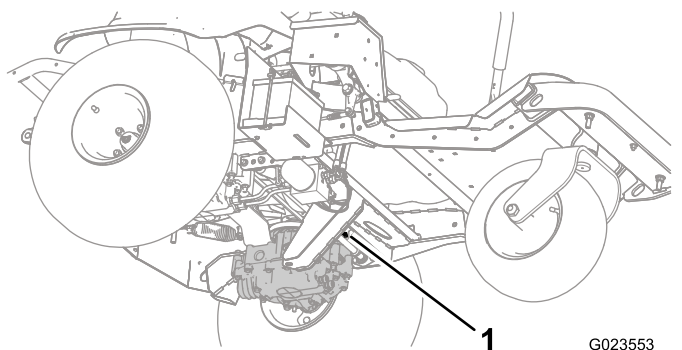
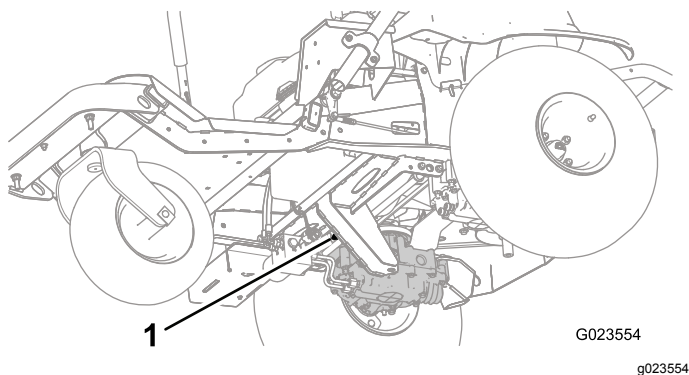
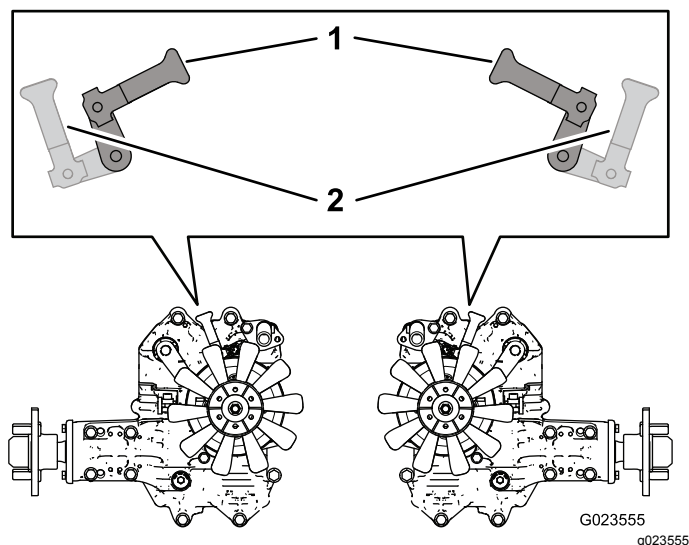

Figure 27
Figure 28
Figure 29
2. En passant sous la machine, tournez les leviers de dérivation (Figure 27 et Figure 28) pour les orienter vers l'intérieur et le centre de la machine (Figure 29), puis desserrez le frein de stationnement ; voir Utilisation du frein de stationnement \(page 23\).
3. Lorsque vous avez fini de pousser ou remorquer la machine, tournez les leviers des vannes de dérivation vers l'avant de la machine pour pouvoir conduire cette dernière (Figure 29).